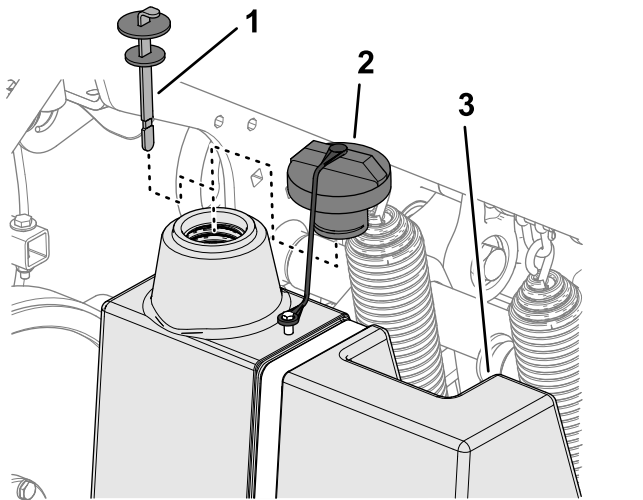

Figura 179
3. Curățați zona din jurul buonului i a capacului rezervorului de ulei hidraulic (Figura 179). Îndepărtați capacul de la buon.